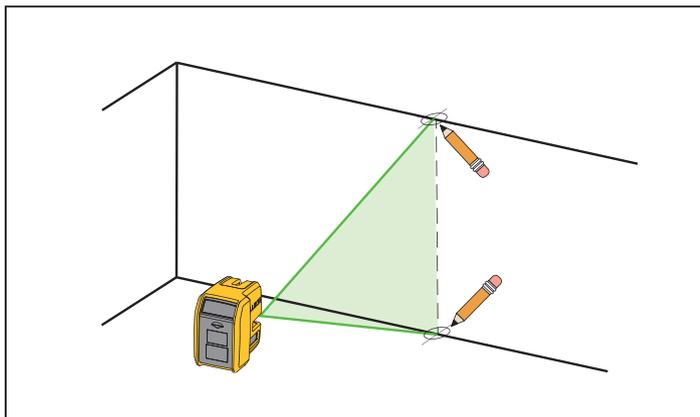

Figura 3. Nueva marca vertical
1. Coloque el producto mirando al objetivo y encienda el láser vertical. Consulte la figura 3.